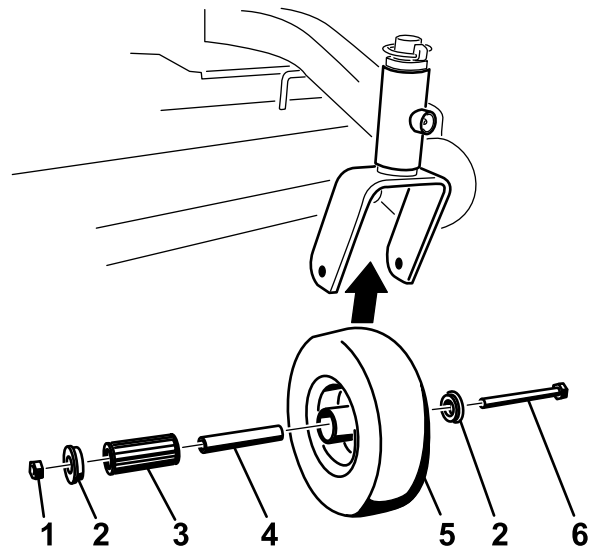

Figure 39
2. Enlevez une bague, puis sortez la douille pour clé et le roulement à rouleaux du moyeu de roue (Figure 39).
3. Enlevez l'autre bague du moyeu, puis nettoyez la graisse et les saletés éventuellement présentes dans le moyeu (Figure 39).
4. Examinez l'usure du roulement à rouleaux, des bagues, de la douille pour clé et de l'intérieur du moyeu. Remplacez les pièces endommagées ou usées (Figure 39).
5. Pour le remontage, placez une bague dans le moyeu de la roue. Lubrifiez le roulement à rouleaux et la douille pour clé, et insérez-les dans le moyeu. Mettez la deuxième bague dans le moyeu (Figure 39).
6. Montez la roue pivotante dans la chape à l'aide du boulon et du contre-écrou. Serrez le contre-écrou jusqu'à ce que la base de la douille pour clé soit en appui contre l'intérieur de la chape (Figure 39).
1. Enlevez le contre-écrou et le boulon de fixation de la roue pivotante à la chape (Figure 39).